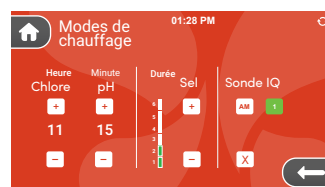

Figure 4
4. Appuyez sur la touche  pour activer le réglage 1 et faire passer la touche en vert (Figure 4). Vous pouvez désactiver le réglage en appuyant sur le bouton .